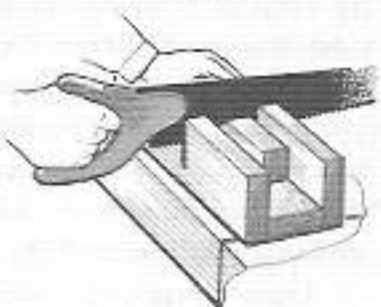

Рисунок 10. Пиление в стуле ножовкой.
2. Положить брусок в стусло, прижать к боковой стенке и отпилить неровный конец (рисунок 10).